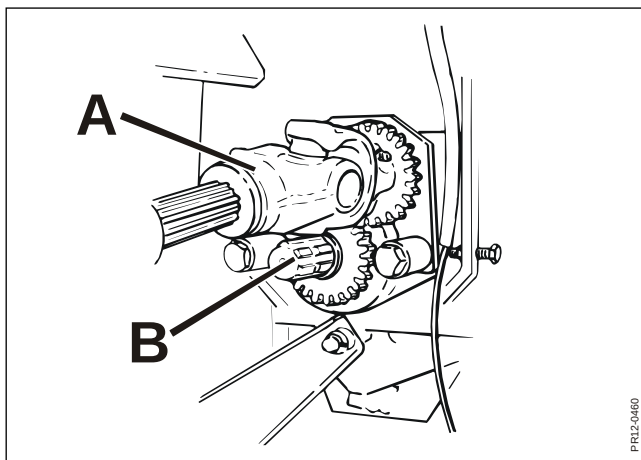

Fig. 5-5
- Fig. 5-5** 2) Flyt KO-akslen **A** til rotoren til den alternative tap i **pos. 1**, hvor tandhjulene ikke
- Fig. 5-5** 4) Efter endt reversering frakobles kraftudtaget igen, og når rotoren står helt stille flyttes KO-akslen **A** til rotoren tilbage til tappen **B** for drev af rotoren.